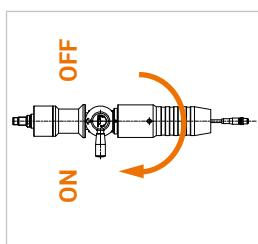

Abbildung 14
- Drehen Sie den Betätigungshebel (Pos. 3) der Füllkupplung vollständig um 180° in die ON-Position (Abbildung 14). **Wenn sich der Betätigungshebel nicht leicht drehen lässt**, nehmen Sie den WEH® Servicenippel nochmals heraus und setzen ihn erneut ein.